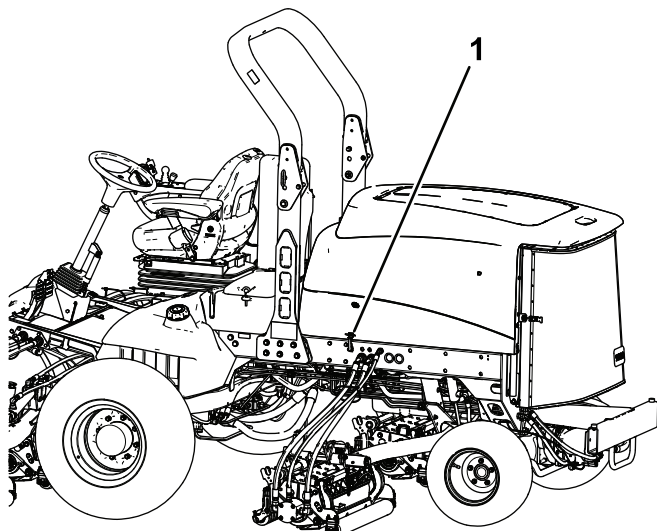

Figura 50
2. Sbloccate i fermi e aprite il cofano del motore (Figura 50).